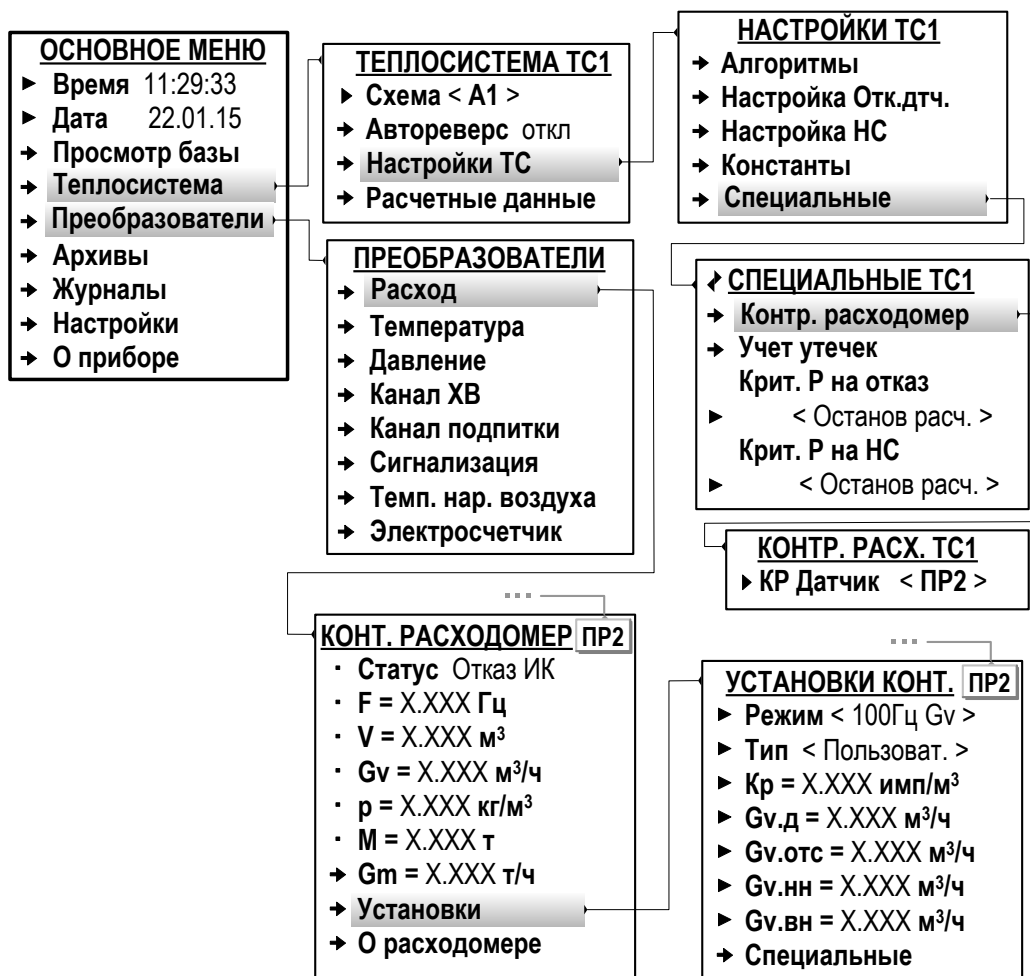

Рис.25. Вид меню настройки контрольного ПР (режим СЕРВИС).
6.5.2.5. Также для соответствующих схем теплоучета (в которых такая возможность предусмотрена) может быть назначен «контрольный» расходомер. Необходимые настройки выполняются в меню **Теплосистема / Настройки ТС / Специальные / Контр. расходомер** (рис.25): для параметра **КР Датчик** из списка выбирается и устанавливается значение **ПР2** (либо **ПР1**, **ПР3**, **ПР4**).
После чего в меню Преобразователи / Расход / Установки в окне индикации УСТАНОВКИ КОНТ. ПР2 (либо ПР1, ПР3, ПР4) становятся доступными установочные параметры для назначенного «контрольного» преобразователя расхода (рис.25).